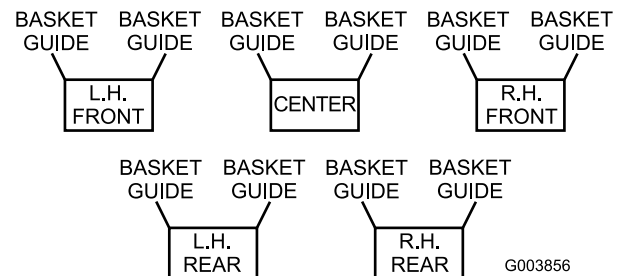
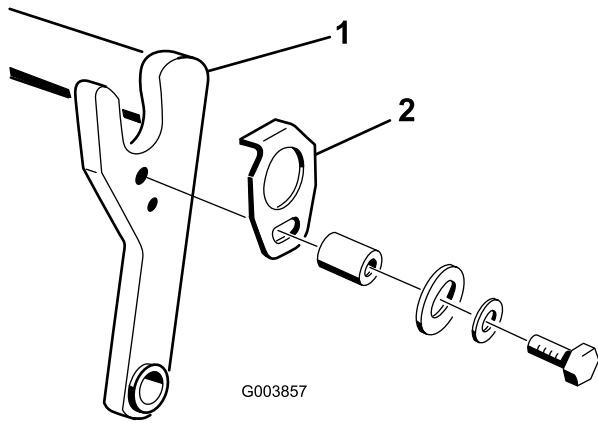
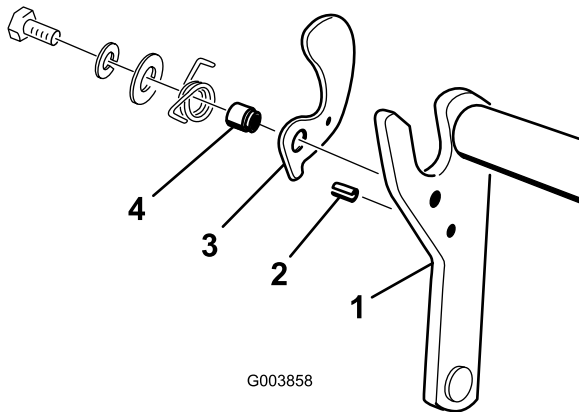

Bild 6
Bild 7
Bild 8
2. Wenn Sie Fangkörbe an den Mähwerken verwenden, ermitteln Sie mit der Tabelle unten (Bild 6) die Stellen, an denen Fangkorbführungen an den Trägerrahmen des Mähwerks befestigt werden. Wenn Sie keine Grasfangkörbe verwenden, gehen Sie auf Schritt 4.
3. Befestigen Sie eine Fangkorbführung (Bild 7) mit einer Schraube (5/16 x 1-3/4 Zoll), einer Flachscheibe und einer Sicherungsscheibe oder den vorher abgenommenen Befestigungen an der entsprechenden Seite des Trägerrahmens jedes Mähwerks (Bild 8), siehe Bild 7.
4. Setzen Sie einen Rollstift (Bild 8) in das Loch an der entsprechenden Seite des Trägerrahmens jedes Mähwerks (Bild 6).